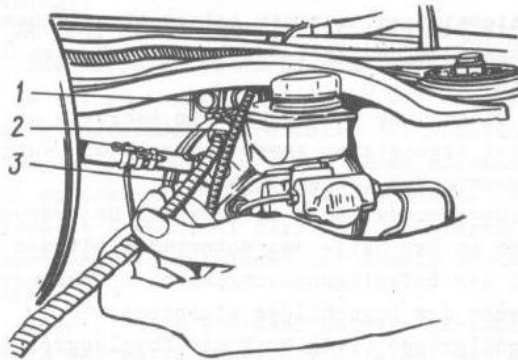

Bild 3-29. Einbau des oberen Seilendes der Kupplungsausrückung im Satz mit Hülle;
- oberes Ende des Seils mit Hülle 3 (Bild 3-29) in die Bohrung 1 der Verstärkung der Trennwand bis zum Anschlag des Flansches von Seilschuh 2 an die Verstärkung der Trennwand stecken;